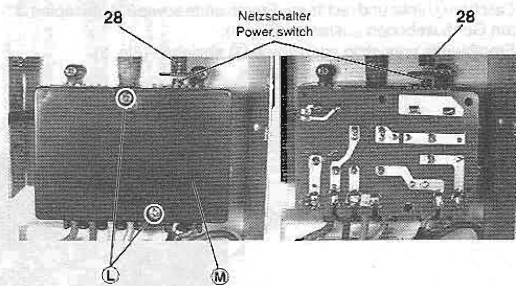

Fig. 9
- 2 Schrauben (L) herausdrehen und Sicherheitsabdeckung (M) abnehmen (Fig. 9).
- Undo 2 screws (L) and remove the protective cover (M) (Fig. 9).